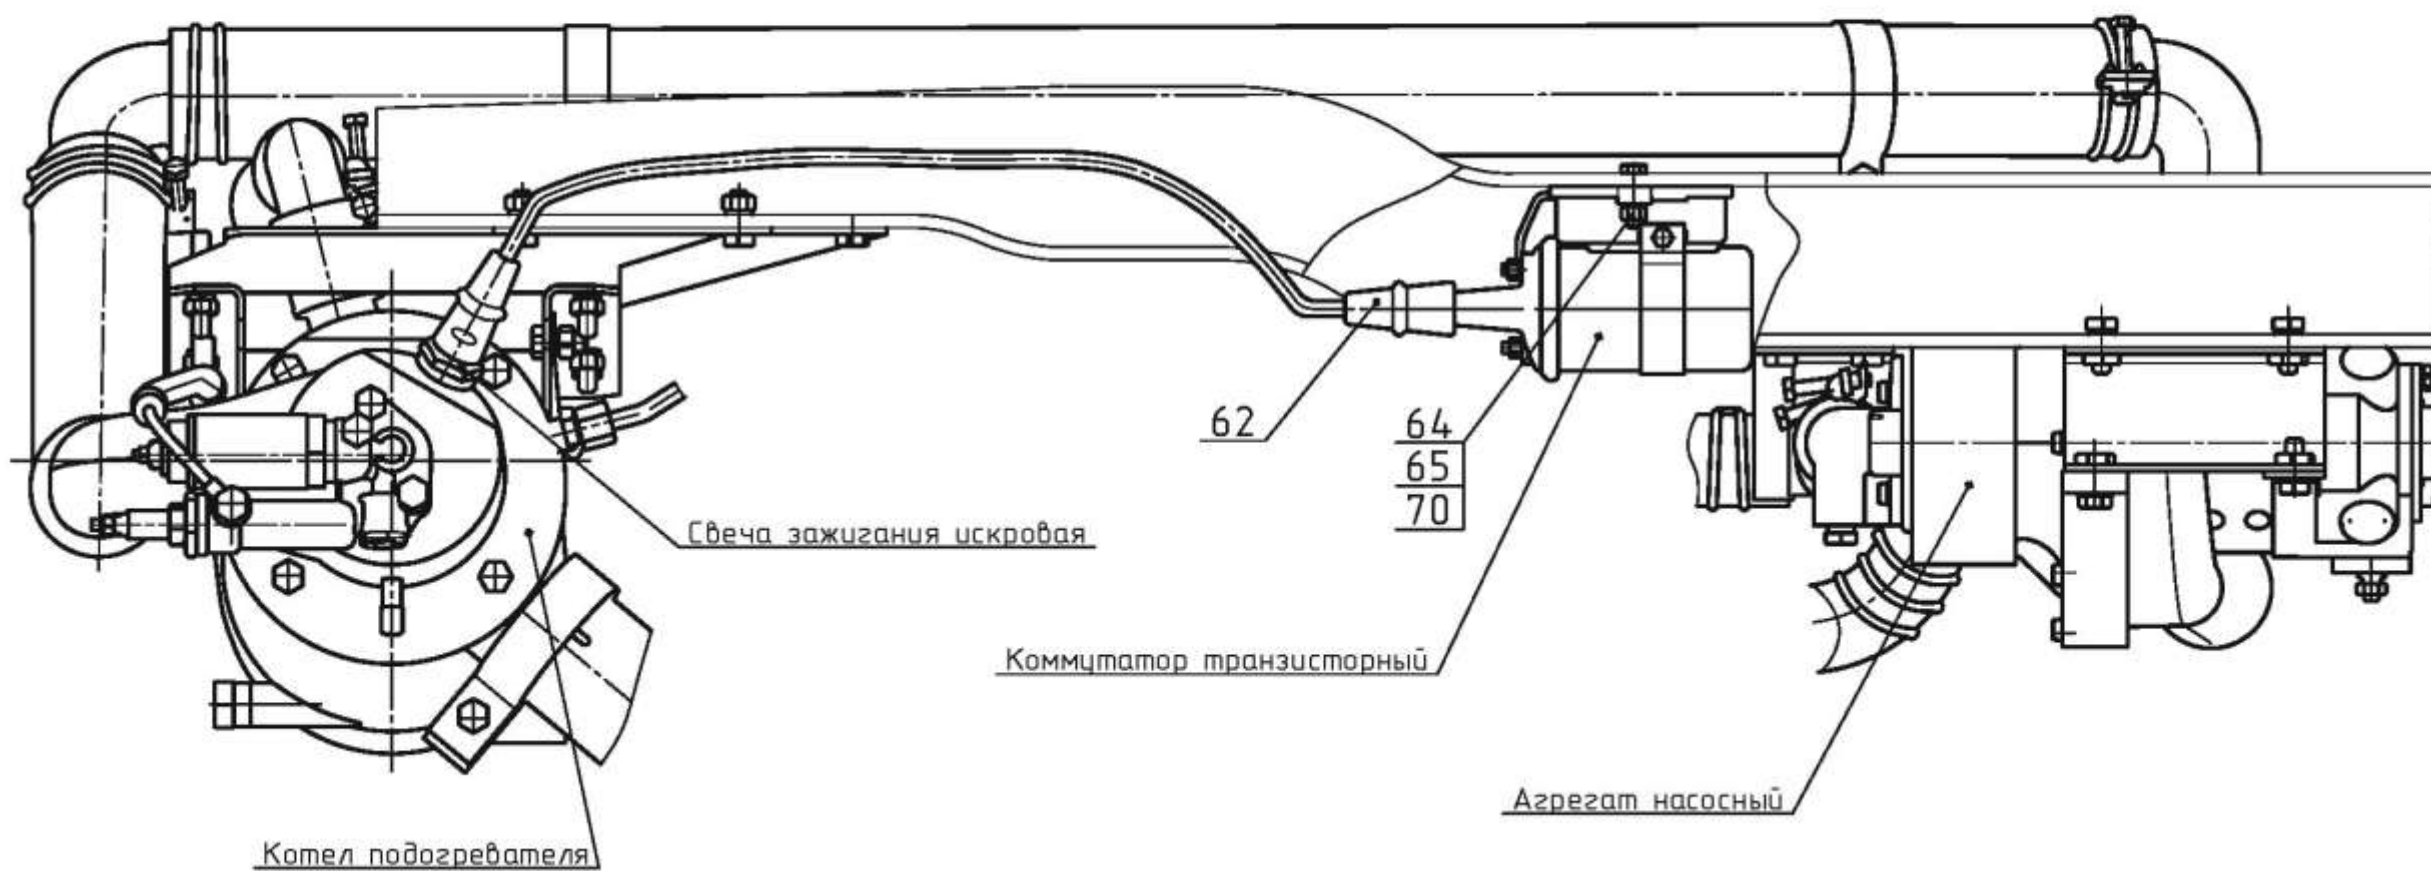

Рисунок 7-Установка транзисторного коммутатора и провода высокого напряжения.
3.5.4 На первую поперечину автомобиля установить транзисторный коммутатор на штатные отверстия между правым лонжероном и агрегатом насосным, закрепить деталями поз. 64, 65, 70 и соединить проводом высокого напряжения поз. 62 со свечой накаливания на котле (рисунок 7).